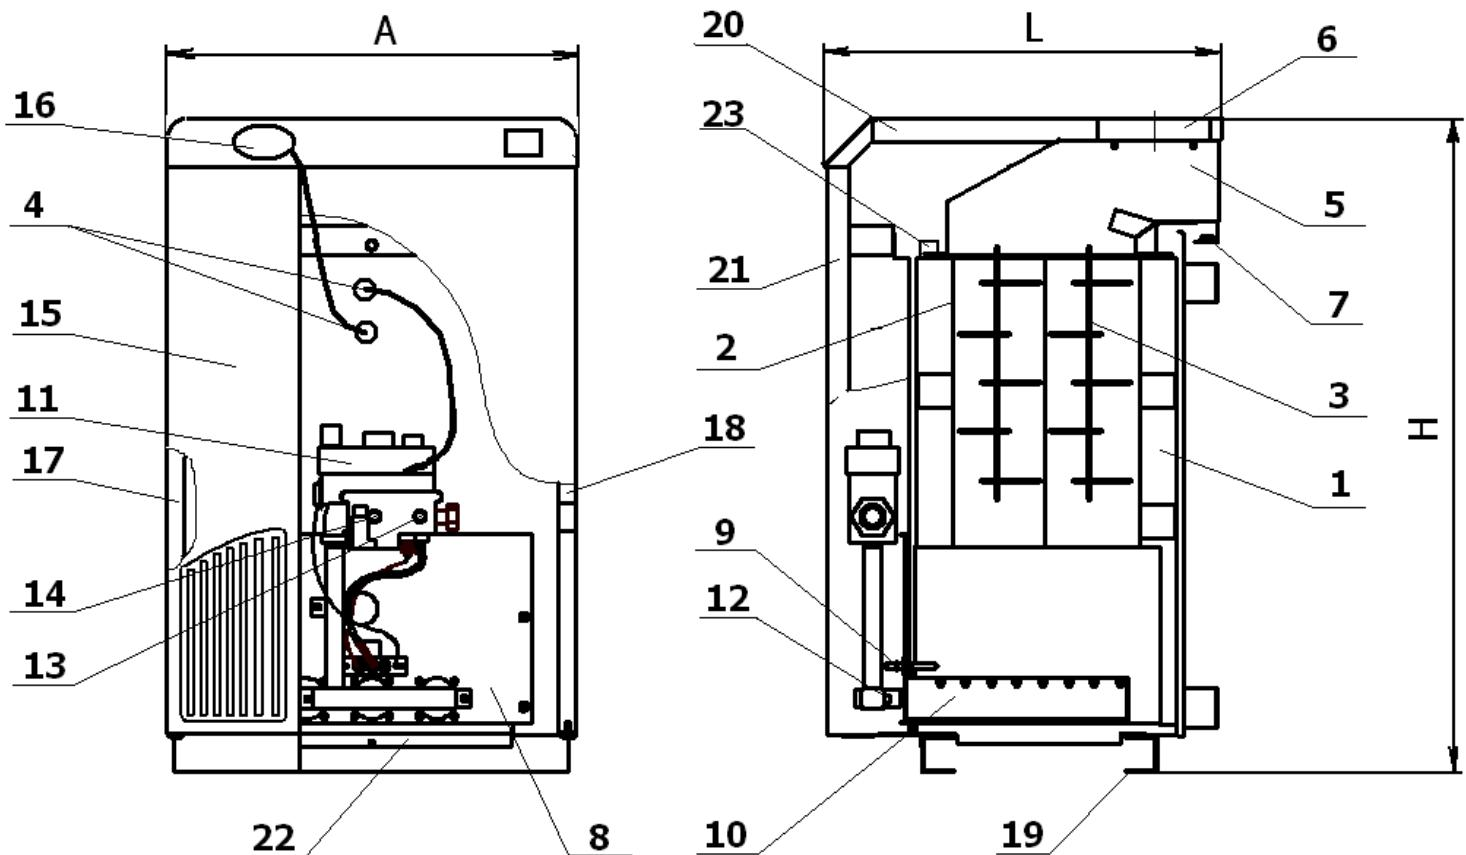

Рисунок 1. Котел отопительный стальной АОГВ-25, АКГВ-25, АОГВ-30 и АКГВ-30.
6.2.8 Проверить давление газа на входе в газовый клапан через штуцер (поз.13 рис.1) при помощи манометра. Давление газа должно быть не более 1600 Па (160 мм.вод.ст.) и не менее 640 Па (64 мм.вод.ст.).
6.2.11 Закрыть дверцу котла (поз.21, рис.1).
- открыть дверцу котла(поз.21, рис.1);
7.2.3 Закрыть дверцу котла (поз.21, рис.1).